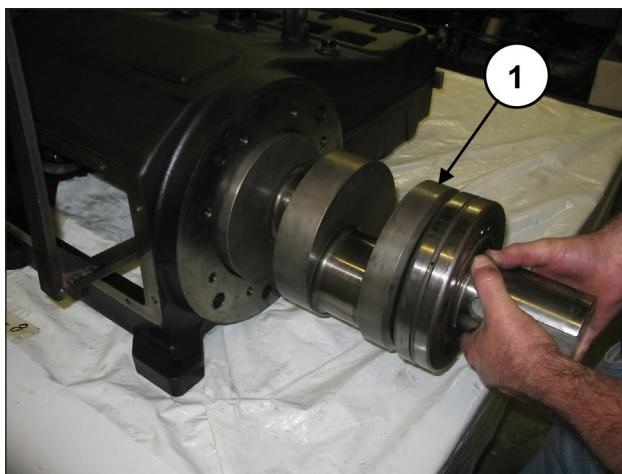
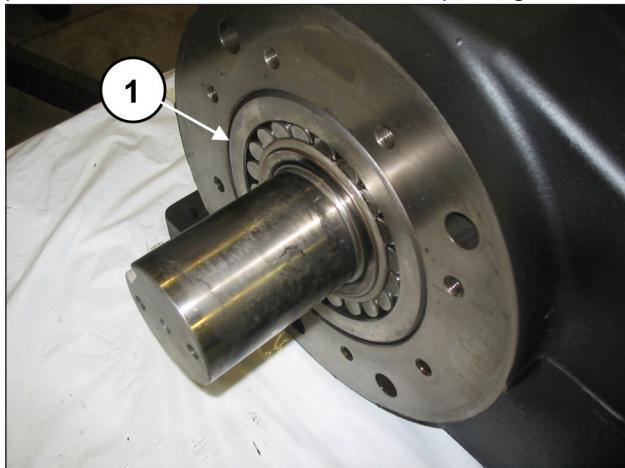

Fig. 29
Fig. 43
Dégager l'arbre et le coussinet (rep. ①, Fig. 29).
Insérer l'arbre (rep. ①, Fig. 29) jusqu'à ce que le coussinet prémonté arrive au ras du bord du carter (rep. ①, Fig. 43).